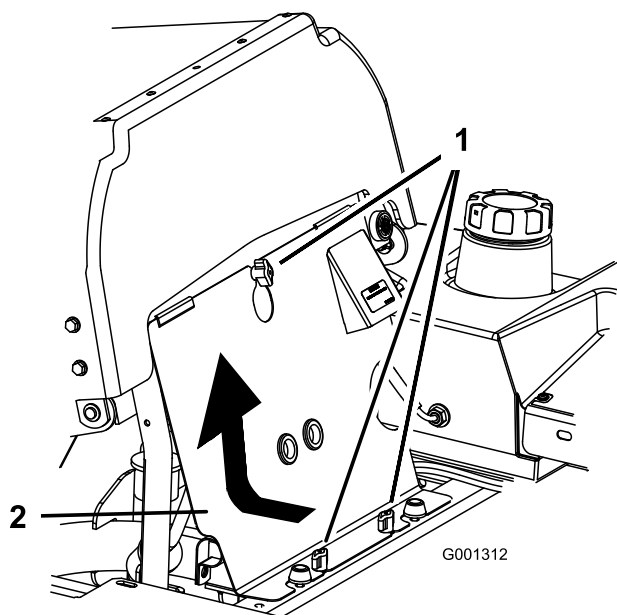

Figura 78
3. Afloje los cierres del panel delantero del motor y retire el panel (Figura 78).